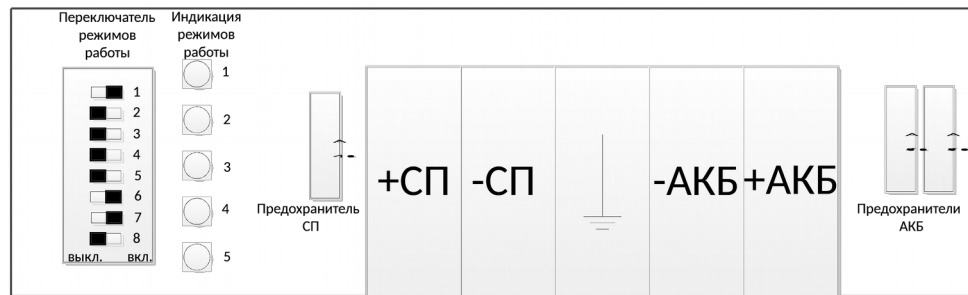

Рисунок 6.1.1 Вид монтажного отсека.
6.1 Органы управления, индикация и контактные клеммы расположены в монтажном отсеке (Рисунок 6.1.1).